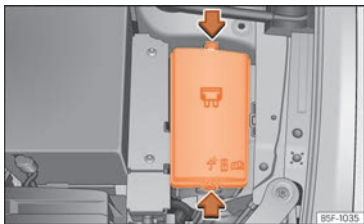

Abb. 51 Im Motorraum: Abdeckung des Sicherungskastens.
- Drücken Sie die Verriegelungslaschen, um die Abdeckung des Sicherungskastens zu entriegeln » **Abb. 51**.